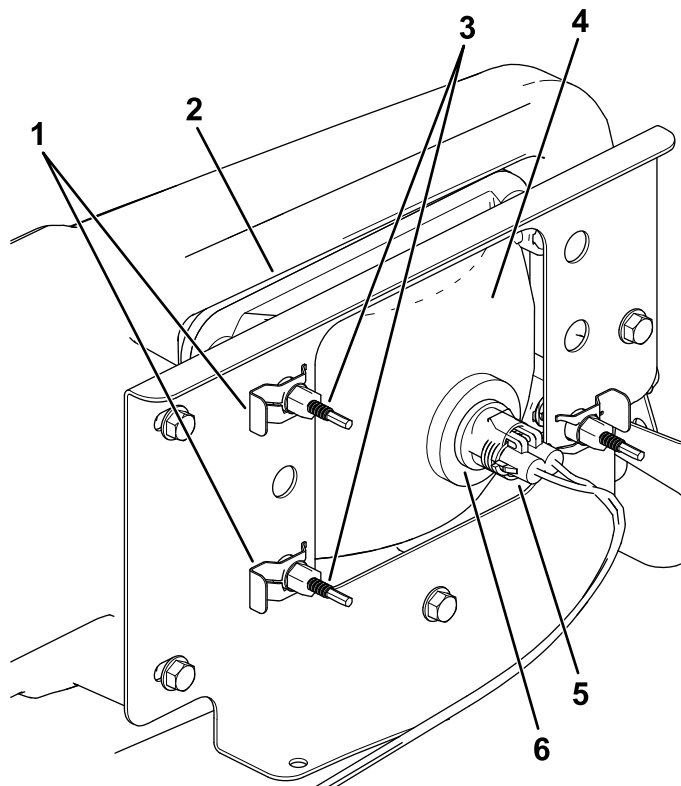

図 41
3. ランプアセンブリのコネクタから、ハーネス用のコネクタを外す **図 41**。
4. ヘッドライトをヘッドライトブラケットに固定しているスピードクリップを外す **図 41**。
5. ヘッドライトアセンブリ全体を前に押し出して、前バンパーから外す **図 41**。
6. 取り付け穴に新しいヘッドライトを取り付ける **図 41**。
8. ハーネス用のコネクタを、新しいランプアセンブリのコネクタに接続する **図 41**。
5. ヘッドライトアセンブリの裏側部分にある調整ねじ **図 41**を回してヘッドライトアセンブリの角度を変えてビームの方向を調整する。